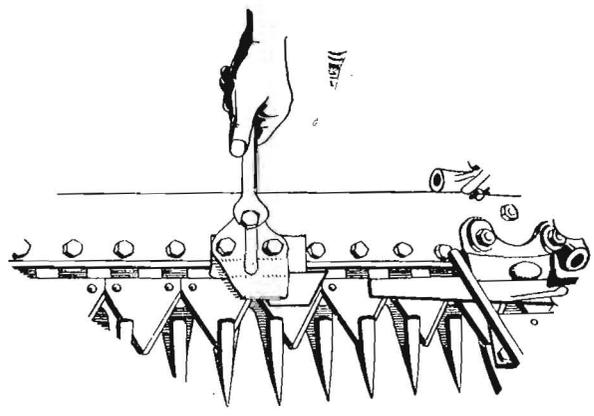

Bild 3
10. Messerhalter einstellen. Man beginnt bei dem 1. Messerhalter vom Innenschuh aus gesehen. Durch Rechtsdrehen der hinteren Schraube (Bild 3) wird der Halter gegen das Messer gedrückt. Dabei ist zu beachten, daß sich das Messer gerade noch leicht mit der Hand bewegen läßt. Das Getriebe ist dazu auszuschalten. Auf diese Weise werden alle 4 Messerhalter eingestellt.